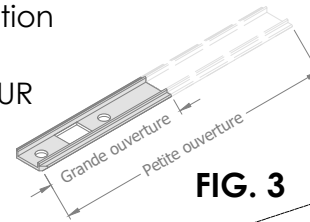

FIG. 3
- Pour augmenter l'ouverture maximale, raccourcir le LIMITEUR en conséquence. **Voir FIG. 3.** Quand l'installation et les ajustements sont terminés, ramener le volet à sa position d'ouverture originale et remettre le LIMITEUR en place.